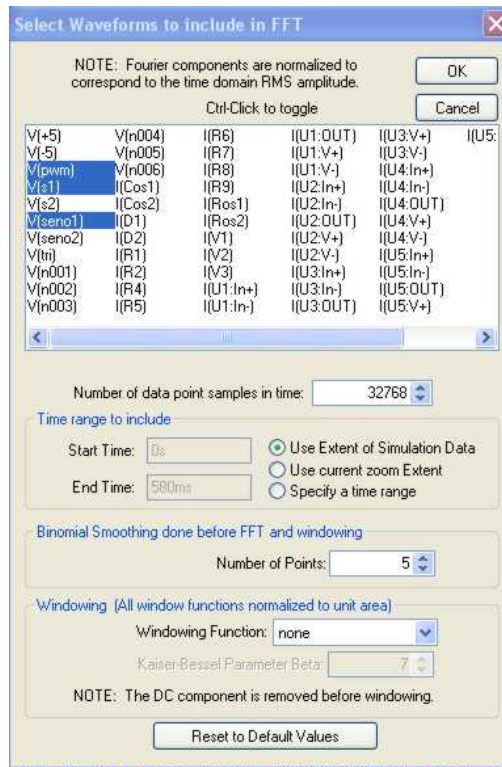

Figura 9: Opciones para ver las componentes de Fourier.
- Pinche con el botón derecho sobre la gráfica y elija FFT. Manteniendo apretada la tecla **Ctrl**, seleccione las señales para las que desee ver las componentes de Fourier: $seno1$, $S1$ y PWM . Incremente el número de puntos a 32768, tal y como se indica en la Figura 9. Pulse **OK**